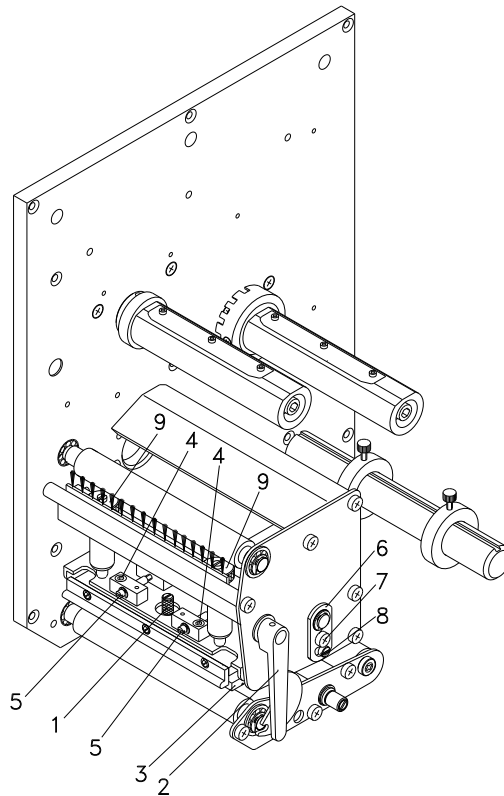

Abbildung 28
1. Schrauben (4, Abbildung 28) mit einem Innensechskantschlüssel ca. ¼ Umdrehung lösen.
2. Parallelität mit den Stellschrauben (5, Abbildung 28) einstellen.
4. Schrauben (4, Abbildung 28) wieder anziehen.
1. Schraube (7, Abbildung 28) ca. ¼ Umdrehung lösen.
2. Exzenterbolzen (8, Abbildung 28) drehen, um einen Druckausgleich zu schaffen und solange nachstellen, bis ein gleichmäßiges Druckbild vorliegt.
3. Schraube (7, Abbildung 28) wieder anziehen.
1. Andruckschrauben (9, Abbildung 28) drehen, um den Druckkopfandruck zu verändern.
2. Drehen der Andruckschrauben (9, Abbildung 28) bis an den Anschlag im Uhrzeigersinn ergibt eine Andruckerhöhung von 10N gegenüber der Werkseinstellung.
3. Drehen der Andruckschrauben (9, Abbildung 28) genau eine Umdrehung vom Rechtsanschlag gegen den Uhrzeigersinn, ergibt die Werkseinstellung.